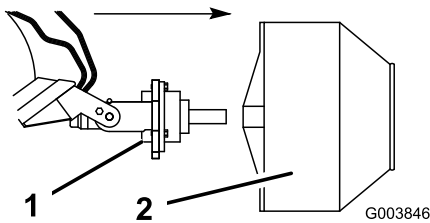

Bild 2
4. Manövrieren Sie die Antriebswelle in den Bund auf der Rückseite des Betonmischers (Bild 2).